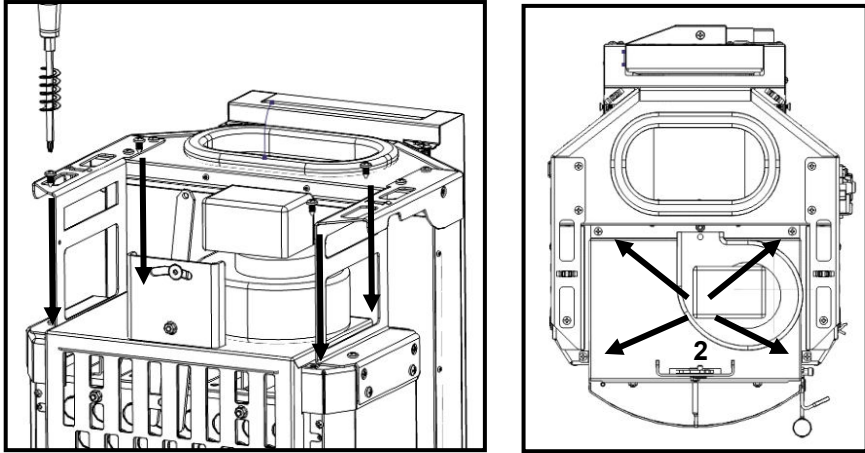

Figura 110 – Fixação do ventilador ao equipamento
e) Apertar o conjunto da Figura 110 na face superior da câmara de combustão utilizando 4 parafusos **A** (DIN 7981 5,5x13) nos furos preparados para o efeito (2).